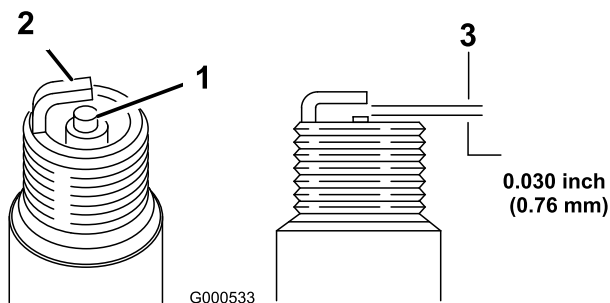

Figure 30
1. Examinez le centre des bougies (Figure 30).
2. Contrôlez l'écartement entre les électrodes centrale et latérale (Figure 30) et pliez l'électrode latérale si l'écartement est incorrect.